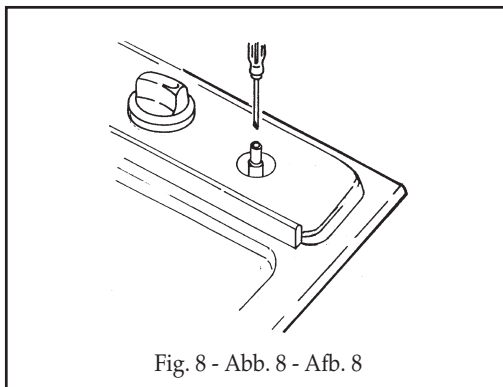

Fig. 8 - Abb. 8 - Afb. 8
- per la regolazione del minimo agire con opportuno cacciavite sulla vite posta sul rubinetto (Fig. 8) dopo averlo ruotato in posizione di minimo. Per GPL (butano/propano) avvitare a fondo.
- to adjust to the minimum, use a screwdriver on the screw placed on the tap (Fig. 8) after turning the tap to its minimum position. For LPG (butane/propane) screw tight.
- pour le réglage au minimum, tournez à l'aide d'un tournevis approprié la vis dans l'axe du robinet (Fig. 8) après avoir placé le robinet sur la position du minimum. Pour GPL (butane/propane) serrez à fond.
- bei der Einstellung des Mindestwertes, den Hahnhebel auf das Minimum drehen und die Einstellschraube am Hahn mit entsprechendem Schraubenzieher drehen (s. Abb. 8). Bei Betrieb mit Flüssiggas (Butan-/Propangas) Einstellschraube fest anziehen.
- para la regulación del mínimo, usar un destornillador apropiado en el tornillo puesto sobre la llave (Fig. 8) después de averlo girado en la posición de mínimo. Para GPL (Butano/propano) atornillar a fondo.
- teneinde het minimum in te stellen draait men met een schroevendraaier de schroef aan de kraan (z. afb. 8), nadat deze op het minimum gedraaid werd. Bij toestellen die op vloeibaar gas (butaan/propan) werken moet men de stelschroef vast aandraaien.
- para a regulação do mínimo agir com uma oportuna chave de parafuso colocado na torneira (Fig. 8) depois de o ter rodado à posição mínimo. Para GPL (butano/propano) ataraxar a fundo.